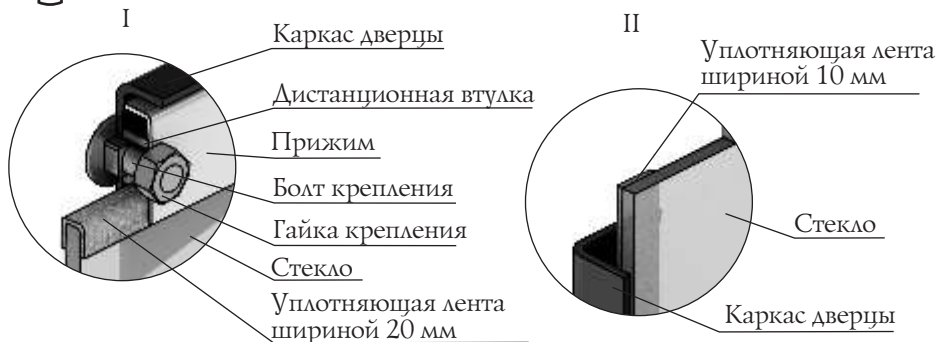

Рисунок 10. Крепление светорозрачного экрана дверцы модели «Люмина»
лента шириной 10 мм наклеивается вертикально, вдоль боковых сторон стекла (рисунок 10.И).
4. Вставить стекло в упор, при этом лента наклеенная с боковых сторон (вертикальная) должна быть зажата между стеклом и каркасом дверцы (рисунок 10.И).
**ВНИМАНИЕ!** Гайки крепящие прижим накручиваются на болты крепления через дистанционные втулки (рисунок 10.И).